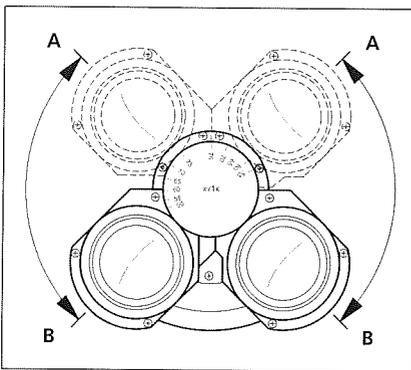

Bild 6 Einblickhöhe einstellen
- Einblickhöhe durch Schwenken der Okularstutzen nach oben (Bild 6/A) oder nach unten (Bild 6/B) den individuellen Bedürfnissen anpassen.